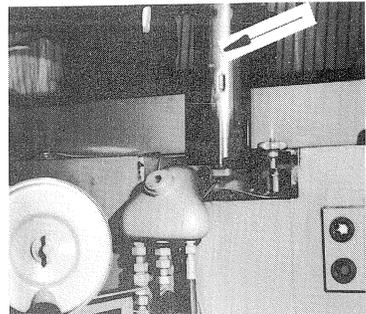

Bild 45
- Filtereinsätze komplett mit Gehäuseunterteil hochziehen (Bild 45/Pfeil) und außerhalb des Schwenkladers weitere Tätigkeiten durchführen.